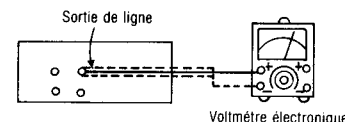

Fig. 4
1. Le raccordement de l'équipement d'essai est montré à la Fig. 4.